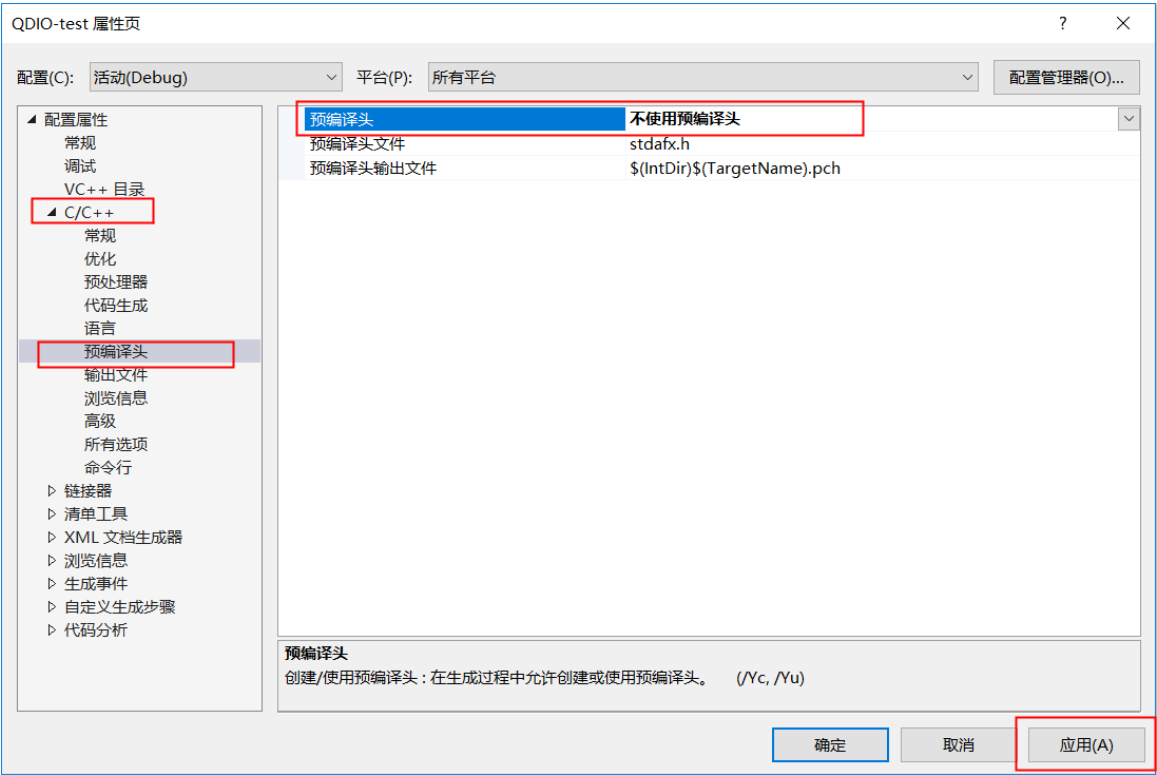

图 4-23 设置预编译头
2. 回到属性页，点击<C/C++ 目录>→<预编译头>，选择<不使用预编译头>→<应用>，如图 4-23 所示。